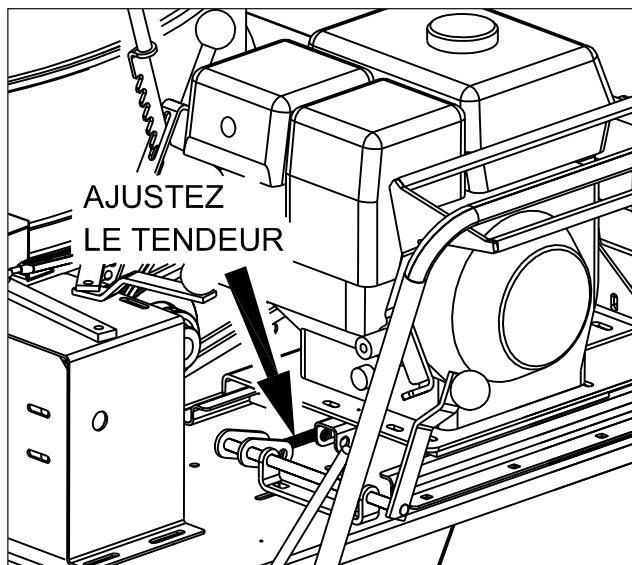

Fig. 25 Tendeur à vis
6. Tournez le tendeur à vis situé sur le levier de commande afin d'ajuster la tension (figure 25).